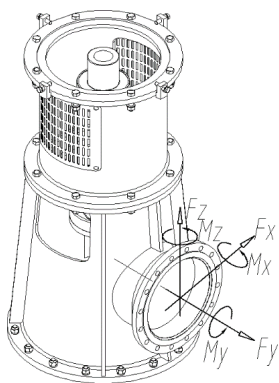

Рис.7
- Направление X, Y и Z от впускного и выпускного фланцев, как показано на рис.7